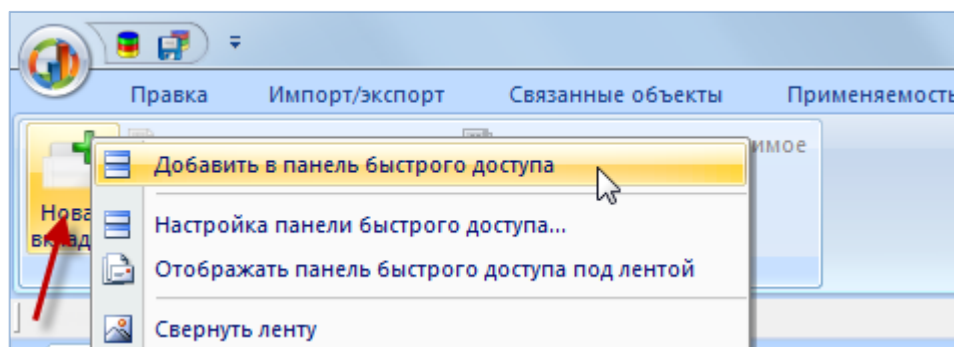
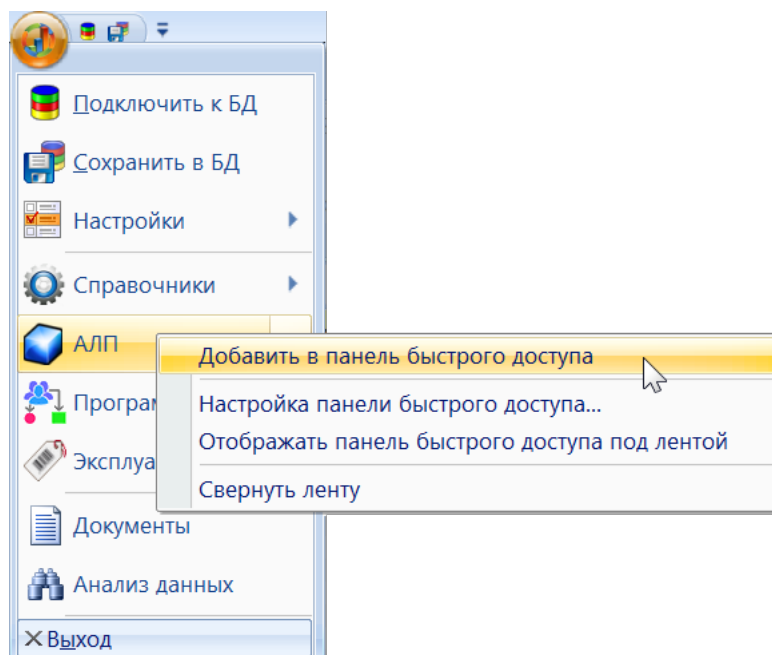

Рис. 5-8 – Добавление команды в панель быстрого доступа непосредственно из ленты
Рис. 5-9 – Добавление типа рабочего окна в панель быстрого доступа непосредственно из меню
1) Выбрать соответствующую команду (рис. 5-8) или тип рабочего окна (рис. 5-9).